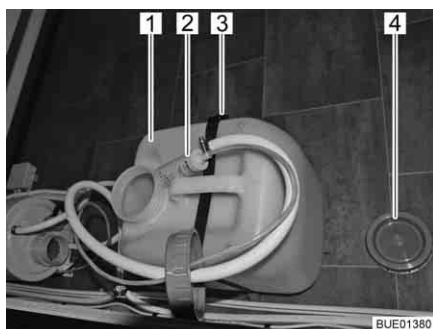

Fig. 161 Depósito de agua 16 l
Durante el transporte cierre el depósito de agua con la tapa de cierre (Fig. 161,4).
- Extraer la bomba de agua (Fig. 161,2) del depósito de agua (Fig. 161,1).
- Aflojar el cinturón de sujeción (Fig. 161,3).